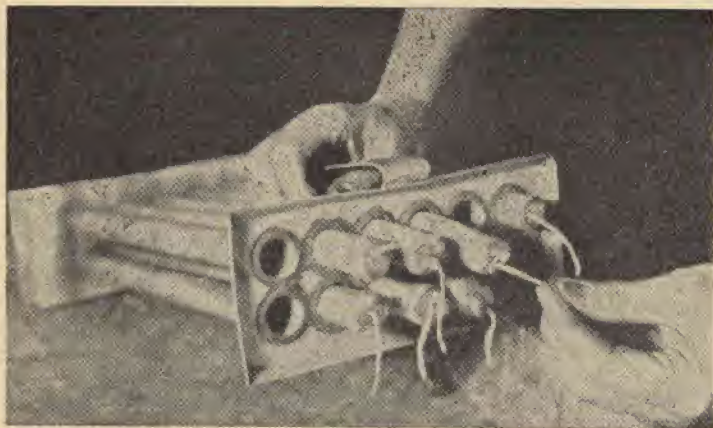

Fig. 27 - Immergete prima rapidamente l'estremità superiore, poi tutta la forma in acqua calda e le candele si sfileranno senza difficoltà
Passo 6 - (Vedi fig. 27). Immergere l'intera forma, candele ancora nei tubi, in acqua ben calda. Questa operazione staccherà le candele dalle pareti dei tubi, quanto basta per permettere di tirarle via facilmente. Estrarre una candela alla volta dalla forma ed appendere ad indurire leggermente, usando a questo scopo le normali pinzette da biancheria fissate ad un chiodo qualsiasi od infilate in un filo di ferro, con le precauzioni necessarie, perché scorrendo non portino a contatto le singole candele non ancora bene indurite e quindi soggette a deformarsi.